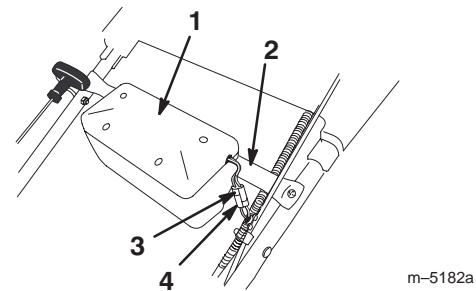

Bild 7
2. Fluchten Sie die Stifte am Batteriegehäuse mit den Löchern der Batteriehalterung aus und senken die Stifte so weit in die Löcher ab, dass die Batterie in ihren Einbauplatz einschnappt (Bild 7).
3. Klemmen Sie das Batteriekabel am Kabelbaumstrang im gewellten Rohr (Bild 7) an.